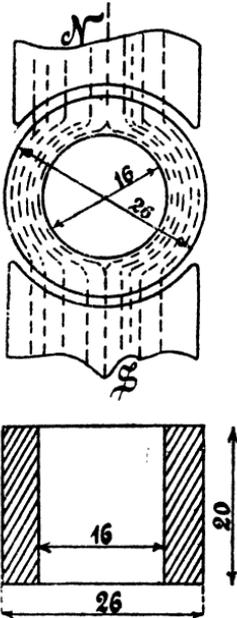

Fig. 74.
195. Der Ringanker eines Elektromotors besitzt 26 [30] (40) cm äußeren und 16 [18] (24) cm inneren Durchmesser; seine Länge beträgt 20 cm, wovon 15% für die Papierisolation der einzelnen Blechscheiben abzurechnen sind. (Fig. 74.) Die Bewicklung soll aus isoliertem Draht von 3 [2] (2,5) mm Durchmesser unbespannen und 3,5 [2,5] (3) mm mit Umspinnung bestehen. Die Kraftliniendichte sei 10000 [12000] (9000), die Tourenzahl 1200 [1000] (800) pro Minute. Gesucht wird: